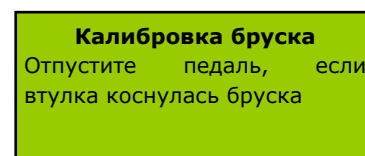

Рисунок 17.
- Выполнение полного вращения на 360 градусов в обратном направлении чтобы вернуться в точку 0 градусов. См. Рис. 17